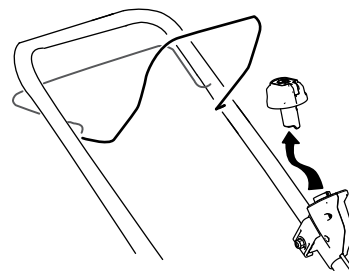

Figure 15
1. Retirez le bouton du démarreur électrique (Figure 15).